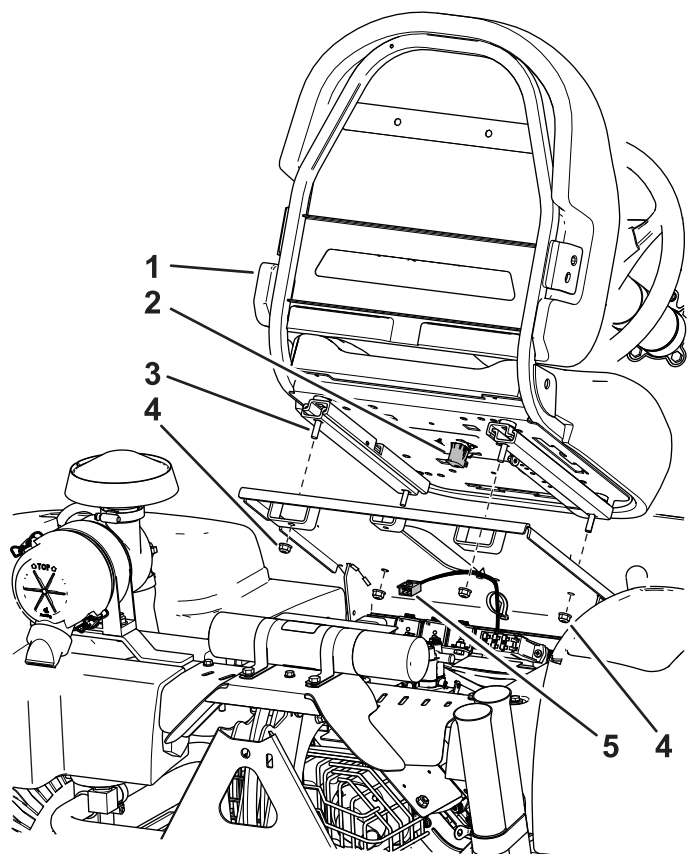

图 4
3. 用先前卸下的 4 个螺母将座椅固定到座椅底座上请参阅图 4。
4. 找到机器线束并将其连接至座椅开关图 4。